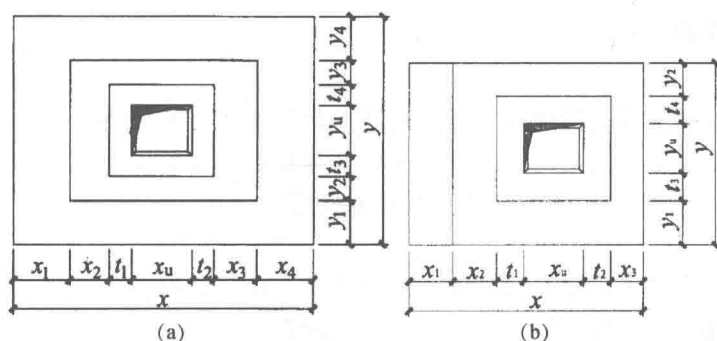

图 1-14 阶形截面杯口独立基础原位标注
① 阶形截面。阶形截面杯口独立基础原位标注图,如图 1-14 所示。